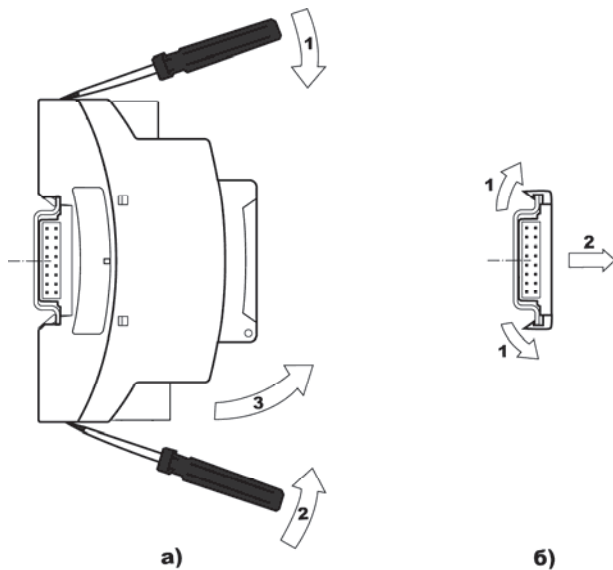

Рисунок 5.3 – Демонтаж модуля с DIN-рейки
- при помощи отвертки открыть защелки, фиксирующие контроллер на DIN-рейке (см. рисунок 5.3, а);
- для снятия соединителя следует поддеть пальцами одновременно все его крючки, потянуть на себя (см. рисунок 5.3, б).